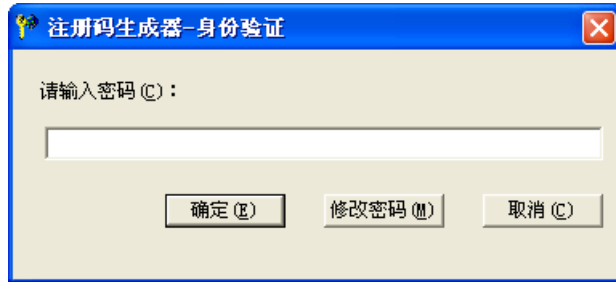
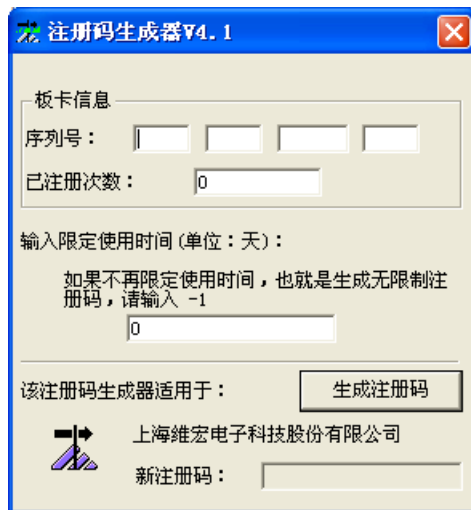

图 3-53 注册码生成器一
图 3-54 注册码生成器二
2. 双击注册码生成器“GetRegCode.exe”，在图 3-53 中填入密码“ncstudio”（该密码可修改）并确定后，依次输入板卡号码，限定使用时间，然后点击“生成注册码”，即可在页面最下面看到生成的新注册码，如图 3-54。如果不再限定使用时间，也就是生成无限制注册码，请在“限定使用时间”栏输入-1；